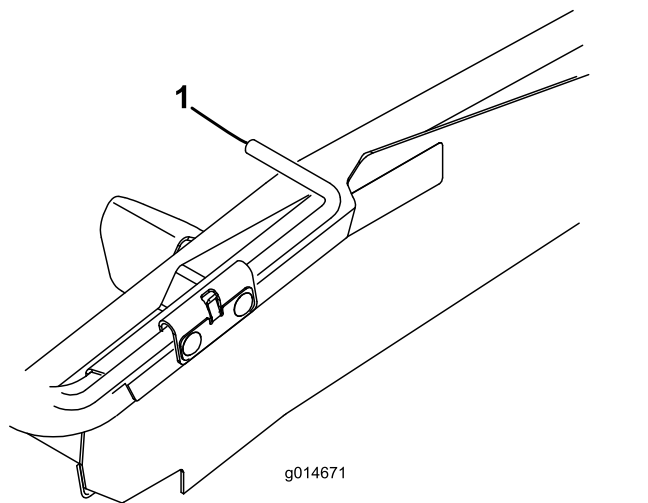
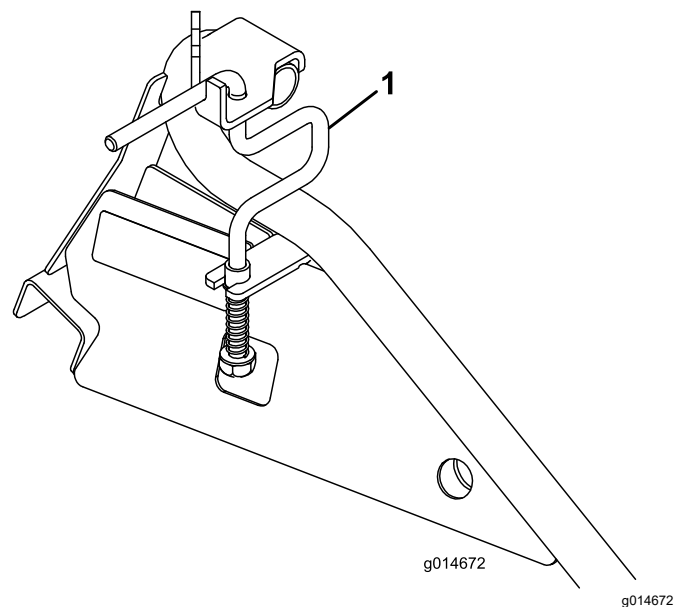

Figura 13
Figura 14
2. Sulle rampe piane, ruotate le aste della ruota verso l'alto (Figura 13); sulle rampe con guide ruotate le aste della ruota parallelamente alla rampa (aperte) (Figura 14).
- Sulle rampe piane, ruotate le aste delle ruote verso il basso fino a posizzionarle sulle ruote di trasferimento del tosaerba (Figura 13).
- Sulle rampe con guide sollevate l'asta della ruota e ruotatela fino a posizzionarla dietro le ruote di trasferimento del tosaerba (Figura 14).